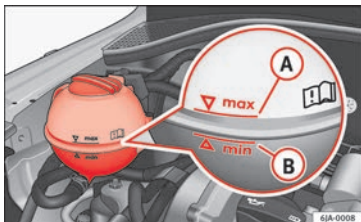

Bild 208 Motorrum: kylvätskebehållare
- Läs av kylvätskenivån på expansionskärlet för kylvätska » » bild 208. När motorn är kall bör kylvätskenivån vara mellan markeringarna B (min.) och A (max.). När motorn är varm kan den ligga något ovanför markeringen A (max.).
- Täck över locket till expansionstanken för kylvätska » » bild 208 med en trasa och skruva försiktigt av locket.
Fyll aldrig på kylvätska över markering A (max.) » » bild 208. Överflödigt kylvätska trycks ut ur kylsystemet via övertrycksventilen i tanklocket till expansionsstanken när motorn värms upp.